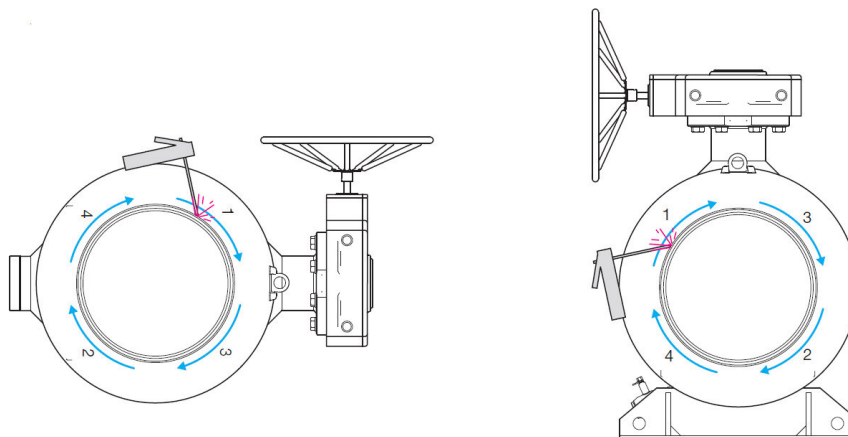

Abb. 5 / Abb. 6 - Verschweißen
- Anschließend werden die Nähte zwischen den Brücken wie in Abb. 5 und 6 dargestellt geschweißt. Schweißreihenfolge: 1-2-3-4.